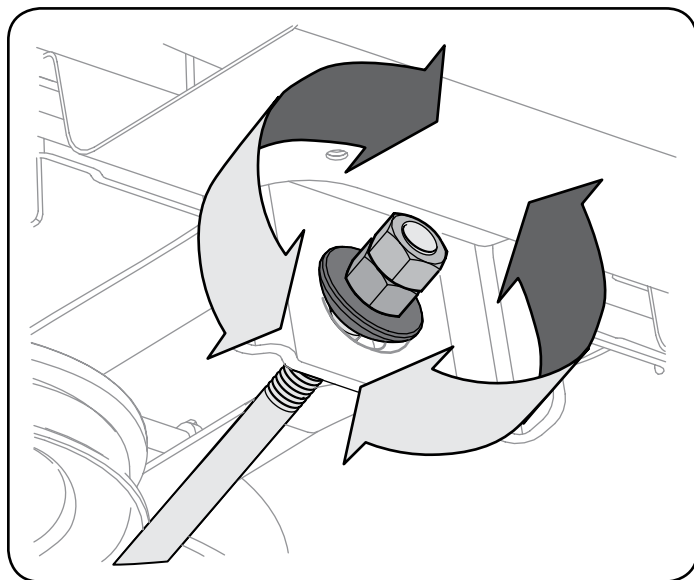

Figura 21
5. Para *elevantar* el frente de la plataforma, extraiga la tapa de extremo, afloje la tuerca exterior y apriete (rosca hacia adentro) la tuerca contra el soporte de suspensión delantera. Vea la Figura 21. Una vez alcanzado el ajuste adecuado, vuelva a ajustar la tuerca exterior y vuelva a colocar la tapa de extremo.
6. Para *bajar* el frente de la plataforma, extraiga la tapa de extremo, afloje la tuerca exterior y luego afloje (rosca hacia afuera) la tuerca, lejos del soporte de suspensión delantera. Vea la Figura 21. Una vez alcanzado el ajuste adecuado, vuelva a ajustar la tuerca exterior y vuelva a colocar la tapa de extremo.